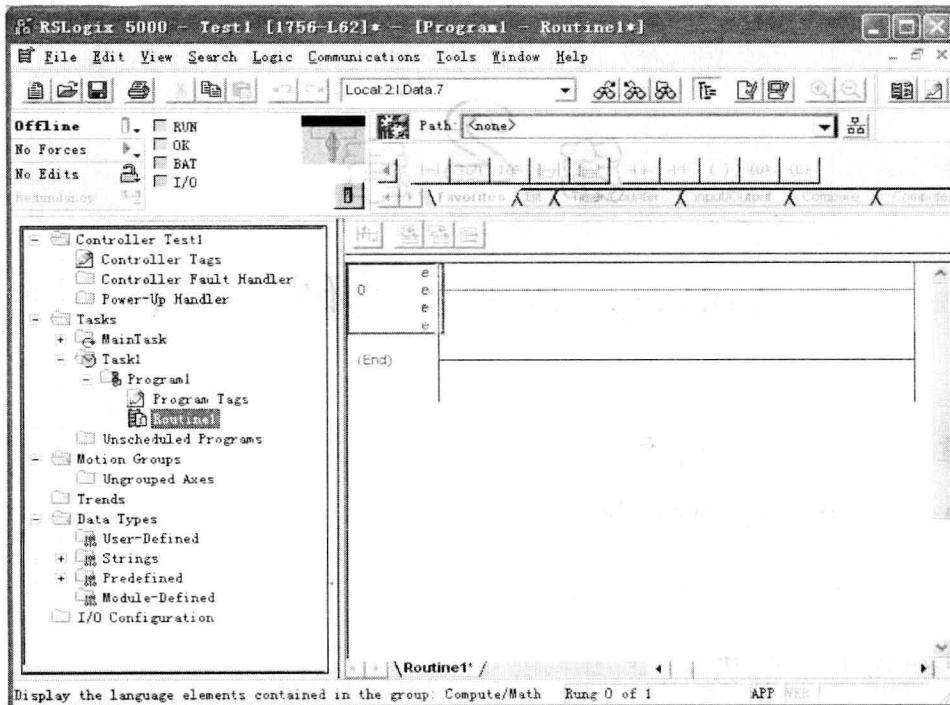

图 1-8 编程界面
- 8) 在 Controller Organizer 中点击 Routine1 图标，将显示如图 1-8 所示的编程界面。